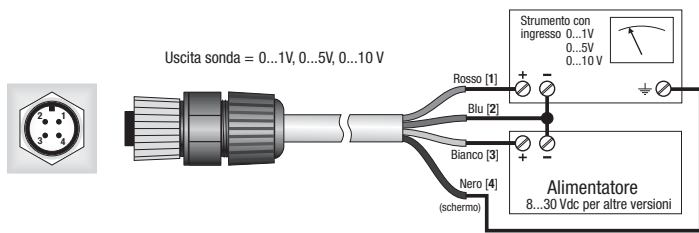

Figura 4.3: Schema di connessione dell'LP UVI 02 AV.
- L'LP UVI 02 AV con un proprio alimentatore può essere connesso ad un multimetro o ad un datalogger secondo lo schema seguente (Figura 4.3), la resistenza di carico per la lettura del segnale deve essere $\approx 100 K\Omega$: